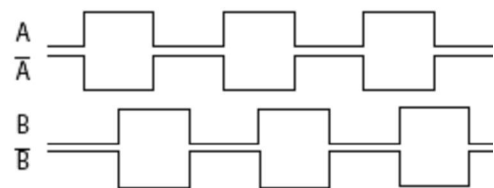

Рис. 6.6. Сигналы датчика положения
- Aabb, [AABB] – датчик с четырехканальным выходом (сигнал  $A$  и инверсный ему  $\bar{A}$ , сигнал  $B$ , сдвинутый относительно  $A$  на  $\frac{1}{4}$  периода, и инверсный ему  $\bar{B}$ , см. рис. 6.6);